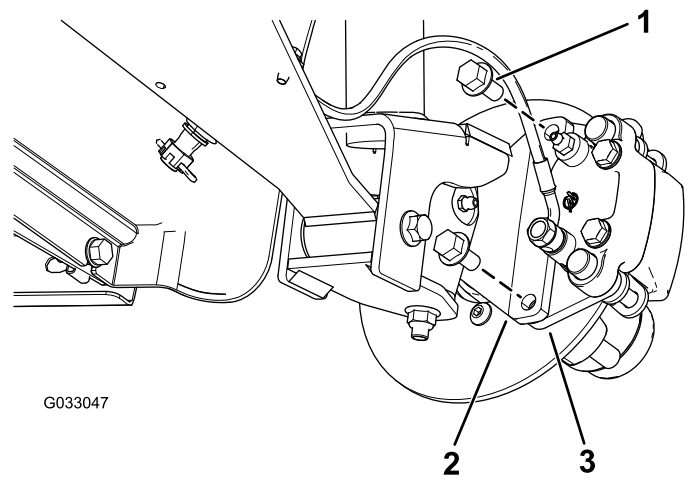
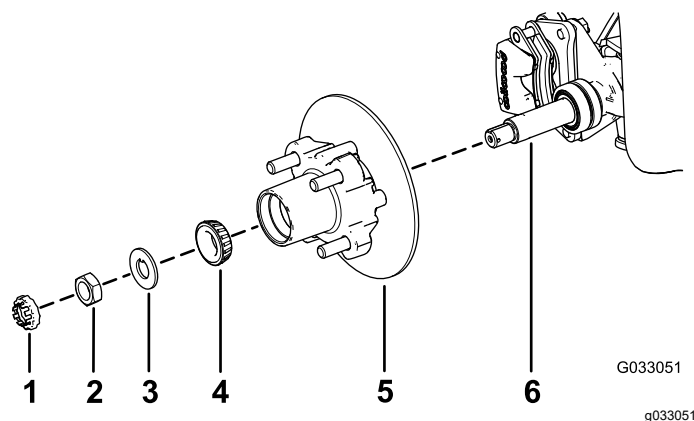

Figure 30
Figure 34
3. Retirez les boulons à embase ( $\frac{3}{8} \times \frac{3}{4}$  po) qui fixent le support du frein à la fusée et séparez le frein de la fusée (Figure 30).
1. Appliquez une fine couche de la graisse spécifiée sur la fusée (Figure 34).
2. Montez le moyeu et le disque sur la fusée, en plaçant le disque à l'intérieur (Figure 34).
3. Montez le roulement extérieur sur la fusée et poussez-le contre la bague extérieure (Figure 34).
4. Placez la rondelle à languette sur la fusée (Figure 34).
5. Vissez l'écrou de fusée sur la fusée et serrez-le à 15 N·m (11 pi-lb) tout en tournant le moyeu pour asseoir le roulement (Figure 34).
- Placez les plaquettes de frein de chaque côté du disque (Figure 30), puis alignez les trous du support d'étrier et les trous du support de frein sur le porte-fusée (Figure 34).
- Fixez le support d'étrier au porte-fusée (Figure 30) à l'aide des 2 boulons à embase ( $\frac{3}{8} \times \frac{3}{4}$  po).